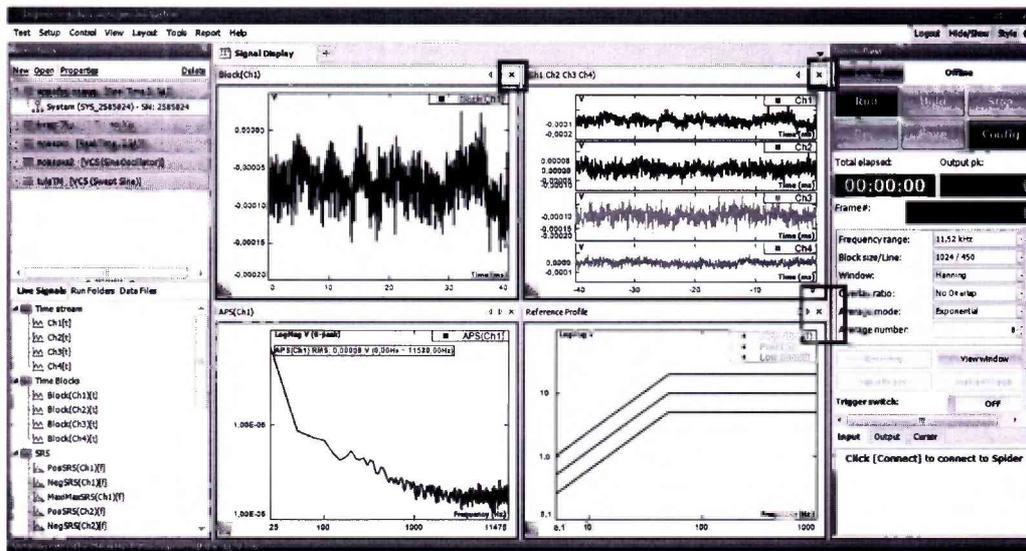

Рисунок 6
3) Запустить подпрограмму FFT Spectral Analysis в режиме EDM: Dynamic Signal Analysis (DSA). Настройки программы оставить по умолчанию, закрыть все окна с временными сигналами и огибающей профиля (окно частотного спектра остается открытым), рисунок 6.